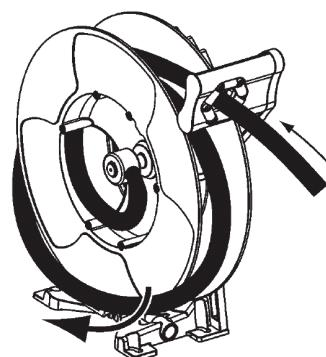

Fig.12
2. Unwind one turn and pull the hose (Fig. 12).
2. Détendre un tour de flexible et le retirer du tambour (Fig. 12).